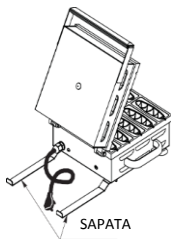

Figura 1
- Caso seu equipamento possua sapatas traseiras elas devem ser posicionadas paralelamente conforme **Figura 1**. Sua função é limitar a distância mínima entre o equipamento e parede.